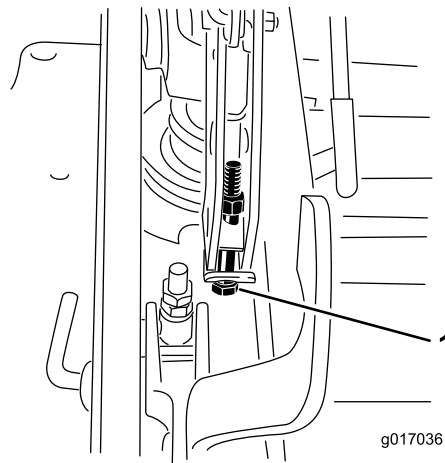

Figura 76
13. Si la carcasa está demasiado baja, apriete el perno del ajuste de un solo punto girándolo en el sentido de las agujas del reloj. Si la carcasa está demasiado alta, afloje el perno del ajuste de un solo punto girándolo en el sentido contrario a las agujas del reloj (Figura 76).